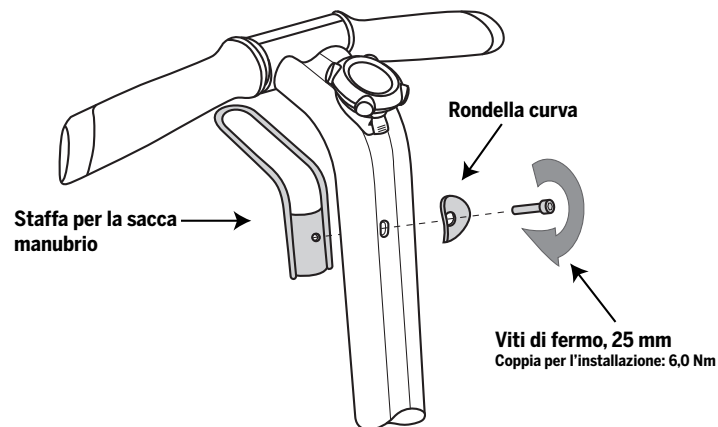

Figura 1. Installazione della staffa per la sacca manubrio
2. Inserire la vite di fermo da 25 mm attraverso la rondella curva e nel montante LeanSteer™. Serrare le vite di fermo nella staffa per la sacca manubrio. Consultare la sezione Figura 1.